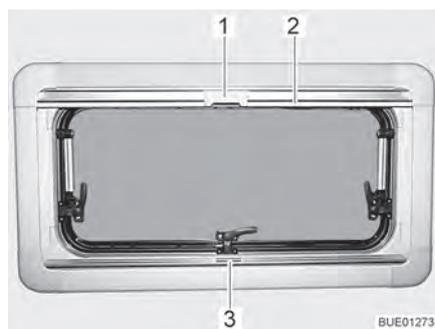
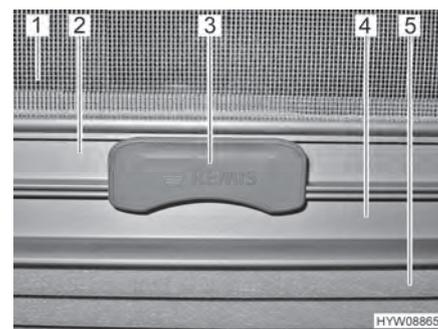

Fig. 21 Fenêtre projetante
Fig. 22 Cran
Le dispositif occultant plissé (Fig. 22,5) se trouve dans le caisson du bas.
- Saisir le dispositif occultant plissé par le centre de la barre-poignée (Fig. 21,3 et Fig. 22,4), le tirer du bas vers le haut et le relâcher à la hauteur voulue. Le dispositif occultant plissé reste alors à cette hauteur.
La moustiquaire (Fig. 22,1) se trouve dans le caisson du haut.
- Tirer la moustiquaire par la barre-poignée (Fig. 21,2 et Fig. 22,2) vers le bas jusqu'à ce qu'elle entre en contact avec celle du dispositif occultant plissé (Fig. 22,4).
- Verrouiller le cran (Fig. 21,1 et Fig. 22,3) de la moustiquaire avec la barre-poignée du dispositif occultant plissé. Quand le cran est verrouillé, le dispositif occultant plissé et la moustiquaire peuvent être réglés en même temps.
- Presser le cran (Fig. 22,3) en haut de la moustiquaire.
- Ramener lentement la moustiquaire en arrière au moyen de la barre-poignée (Fig. 21,2).